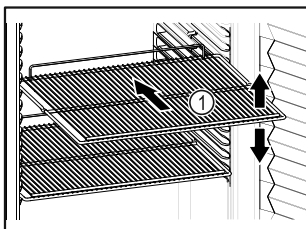

Fig. 50 Atvaizdo pavyzdys
- ❑ Jei pastatymo grotelės Fig. 50 (1) galima perkelti, pritaikykite atsižvelgdami į aukštį.